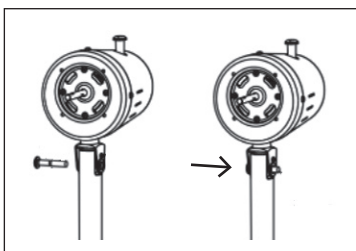

Fig. 2.2
- Pase el perno de fijación por los orificios del cuello del motor y del tubo y apriételo, dejando un espacio aproximado de 3 mm por debajo de la cabeza del perno. (Fig. 2.2)